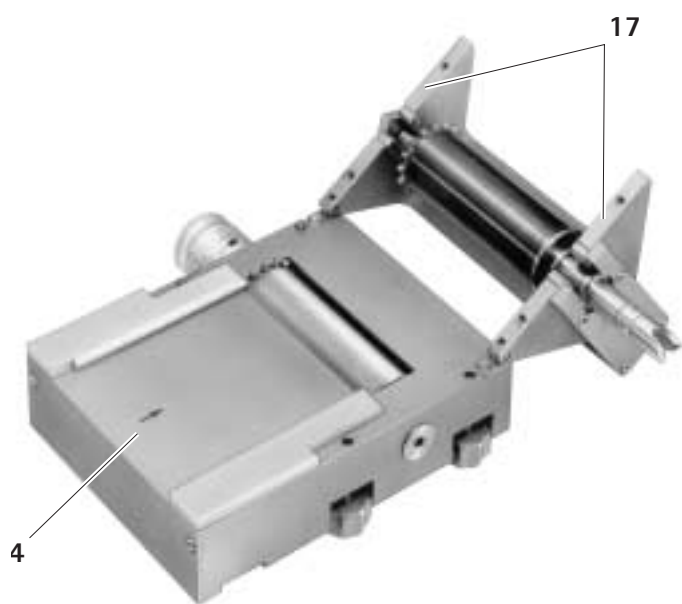

Abb. 2
- Oberteil **17** aufklappen, siehe Abb. 2.
- Oberteil **17** auf das Unterteil **14** klappen, siehe Abb. 2.